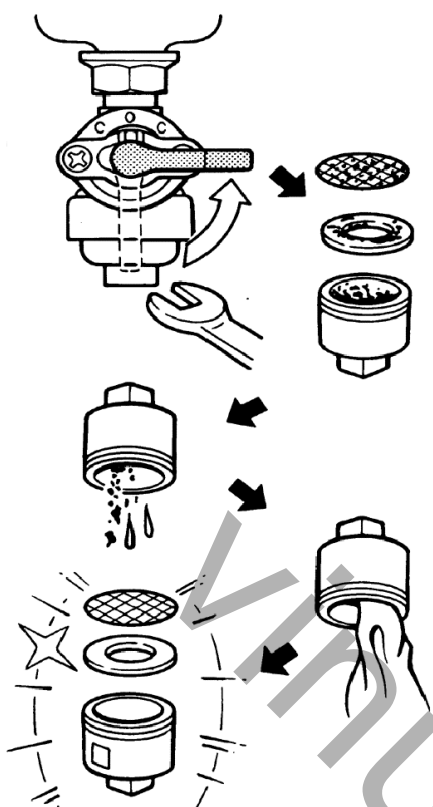

Рис.26
5. ЗАПІРНИЙ КРАН У ЛІНІЇ ПОДАВАННЯ ПАЛИВА (Рис.26)